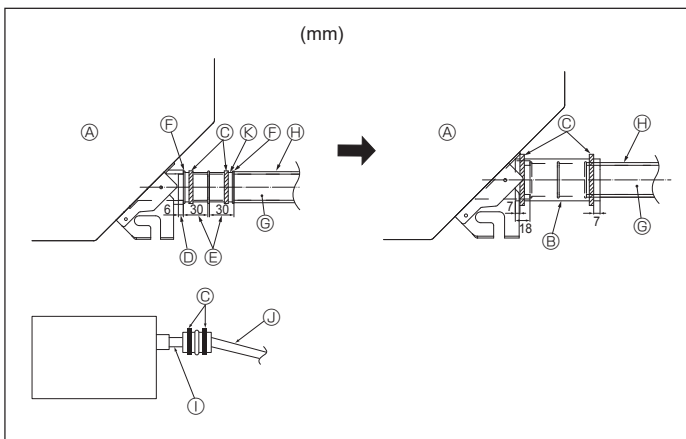

Fig. 5-2
1. Tilslut drænmuffen (følger med enheden) til drænrørporten. (Fig. 5-2) (Påhæft slangen ved hjælp af PVC-klæbemiddel, fastgør det derefter med en holder.)